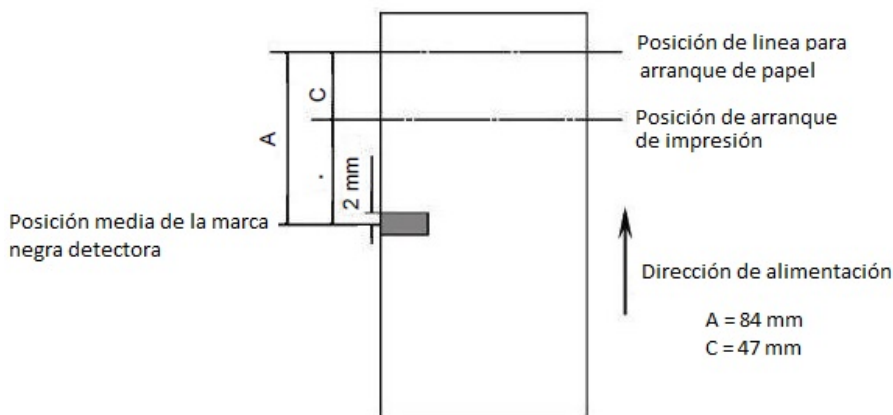

Figura 1
4. El valor mecánico inherente de la impresora: $L_0=A$ (mm), $Q_0=C$ (mm) (como se muestra en la Figura 1).
Los ejemplos siguientes consideran que la posición de arranque del papel esta sobre la parte de arranque de la impresora, $L_0=67\text{mm}$, $Q_0=29\text{mm}$ (como se muestra en la Figura 1).